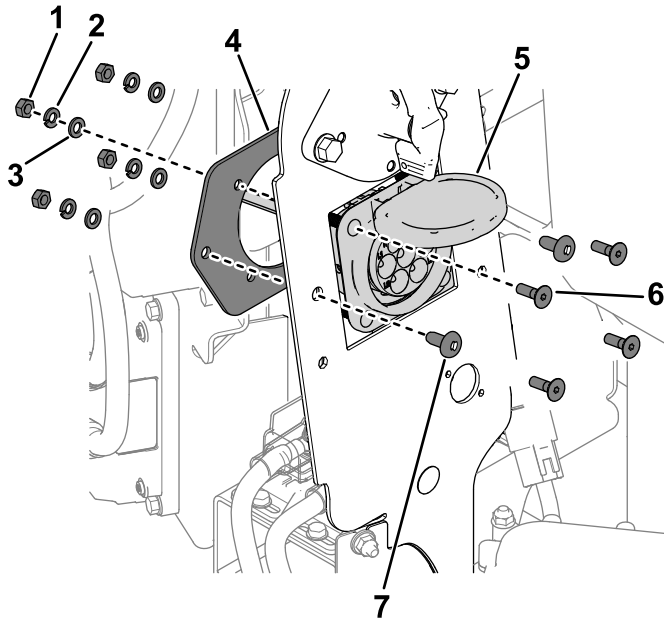

Figure 3
1. Utilisez 2 vis (5/16") et les vis, les rondelles et les écrous existants sur le connecteur du chargeur pour fixer le connecteur et la plaque de connexion sur le panneau du cadre (Figure 3).